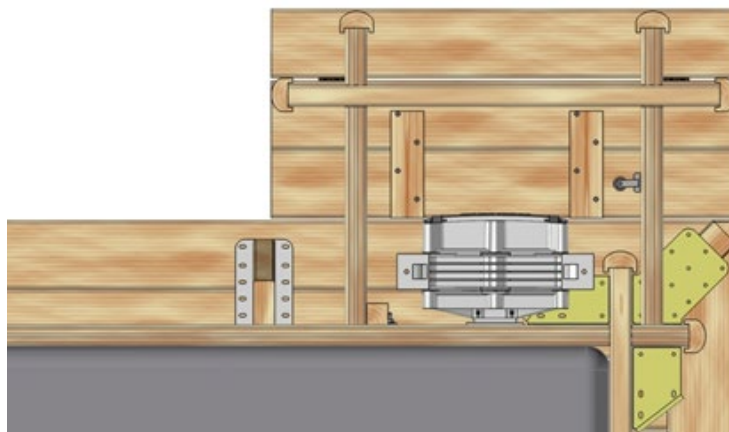

Abbildung 59 – Ansicht von unten - Position des Motorschachts
Legen Sie die beiden 626-mm-Bohlen (1), die die Breitseiten des Motorschachts ausmachen, auf dem Boden gegen die Beckenwand an genau der Stelle, wo der Motorschacht installiert werden soll (*Abbildung 59*); schieben Sie dann die 905-mm-Bohlen (3) für die Längsseiten in Position. Bauen Sie so nacheinander die Reihen auf und vergewissern Sie sich regelmäßig, dass die Ecken rechtwinklig und die Wände gerade sind. Achten Sie immer darauf, dass die Bohlen richtig ineinander eingerastet sind. Montieren Sie zuletzt die Bohlen 2 und 5.